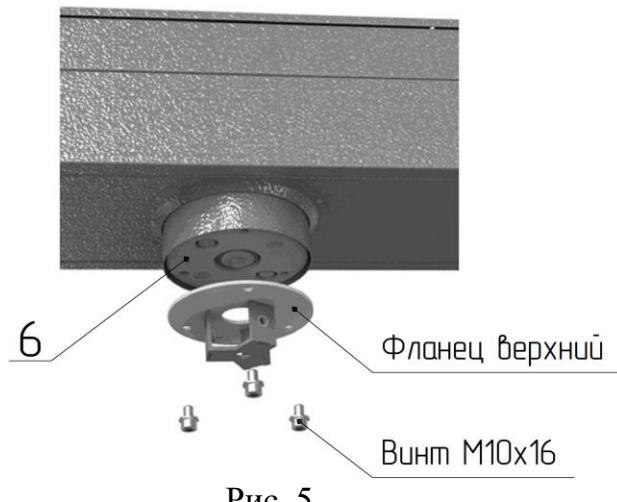

Рис. 5
- установите на диск муфты привода **6** (рис.5) верхний фланец центральной стойки и закрепите винтами M10x16; нижний фланец прикрепить к фланцу вала напольной плиты **7** винтами M8x16;